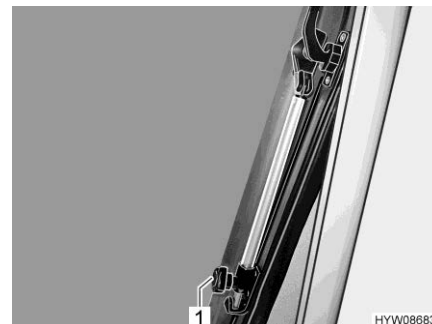

Fig. 65 Deflettore a rotazione (lucernario)
- Aprire il lucernario fino alla posizione desiderata e fissarla mediante il pomello zigrinato (Fig. 65,1).
- Ruotare il pomello zigrinato (Fig. 65,1) fino a che l'arresto viene sbloccato.